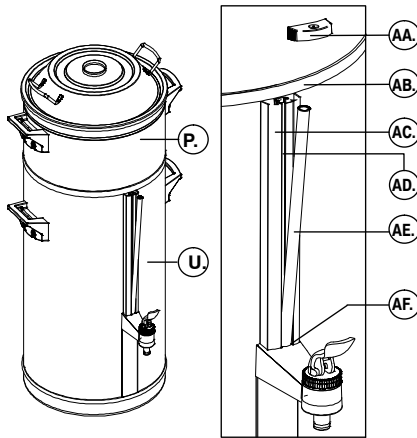

Fig. 8 Rengjøring av nivåglasset
• Rengjør nivåglasset (fig.8) :